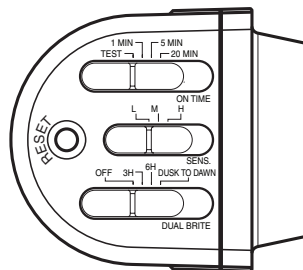

Figura 7
- Si lo monta en un alero, monte el aparato con detector de espaldas a la pared de la casa. Gire el detector de modo que los controles en la parte inferior del detector (vea la Figura 7) miren hacia el suelo.
2. Deslice el interruptor de sensibilidad (SENS) a la posición “L”, el interruptor ON-TIME a la posición TEST, y el interruptor DUALBRITE a la posición OFF (vea la Figura 7).